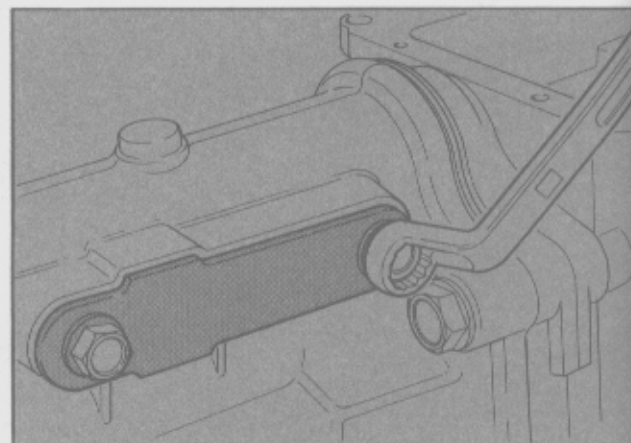

Fig. 14 - Extracción de la placa fijadora del selector de quinta velocidad.
- Retirar la placa fijadora (2 tornillos) del selector de quinta velocidad y extraer el retenedor y el resorte de la carcasa de la extensión con la ayuda de la herramienta especial T70K-7316-BAS (Fig. 14).